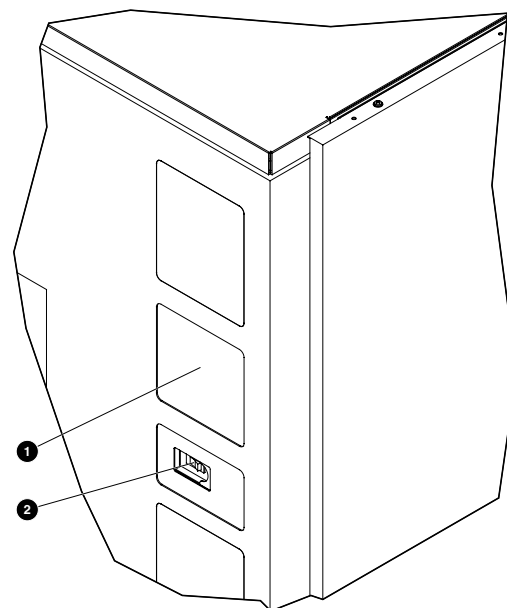

Abbildung 1: Netzschalter
6. Der Netzschalter auf der Vorderseite der Library ist durch eine Schiebepatte verdeckt (siehe Abbildung 1).
3. Öffnen Sie auf der Vorderseite der Library die Schiebeplatte, die den Netzschalter abdeckt (siehe Abbildung 1).